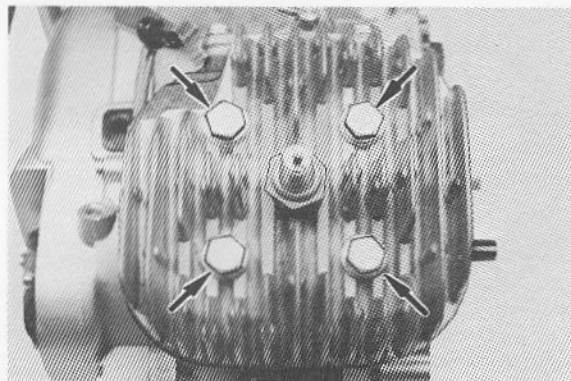

Fig. 2-5-20
- Check torque of cylinder head holding nuts. (Fig. 2-5-20)
- Vérifier les écrous de retenue de la culasse pour qu'ils aient un couple de serrage convenable. (Fig. 2-5-20)